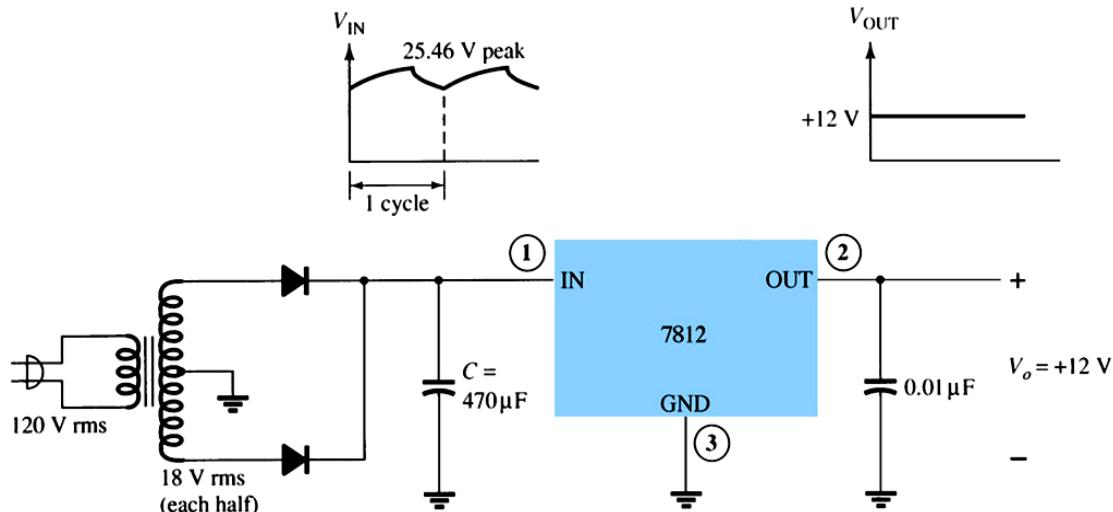

Figura 2.112 – Regulador de tensão 7812, exemplo 57 (BOYLESTAD e NASHELSKY, 2004).
**Exemplo 57** – Aspecto das formas de onda de entrada e de saída de um CI 78XX: Figura 2.112. Observa-se que a tensão de saída não apresenta ondulações (*ripple*), devido à atuação do circuito regulador de tensão. No caso deste exemplo, a saída está regulada em 12 V.